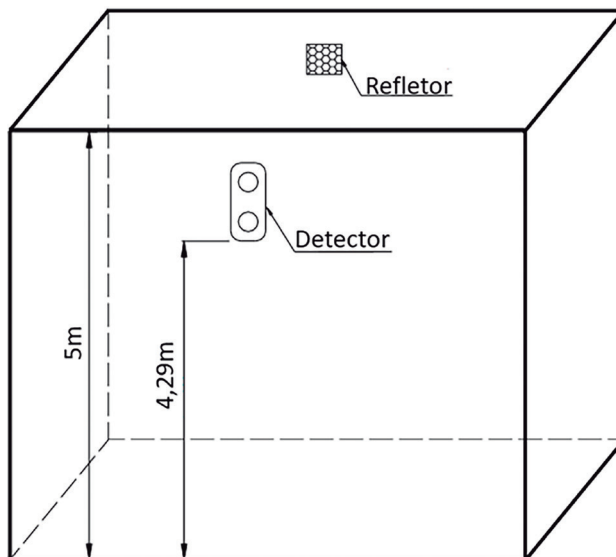

Fig. 04
- a) Quando a altura do espaço for inferior a 5m, o detector e refletor devem ser instalados a 0,5m do teto. (Exemplo abaixo – Fig. 04)